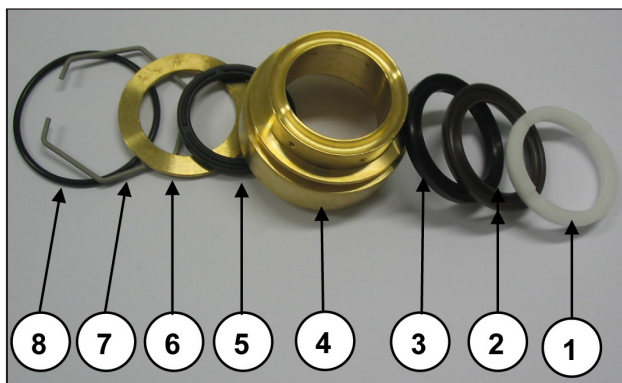

Fig. 44
**Prestare attenzione all'ordine di smontaggio del pacco guarnizioni come indicato in Fig. 44 composto da:**
- Lubrificare i componenti ②③⑤ (Fig. 44) con grasso al silicone Tipo OCILIS cod. 12001600; tale operazione è ritenuta necessaria anche per facilitare l'assestamento del labbro delle tenute sul pistone.